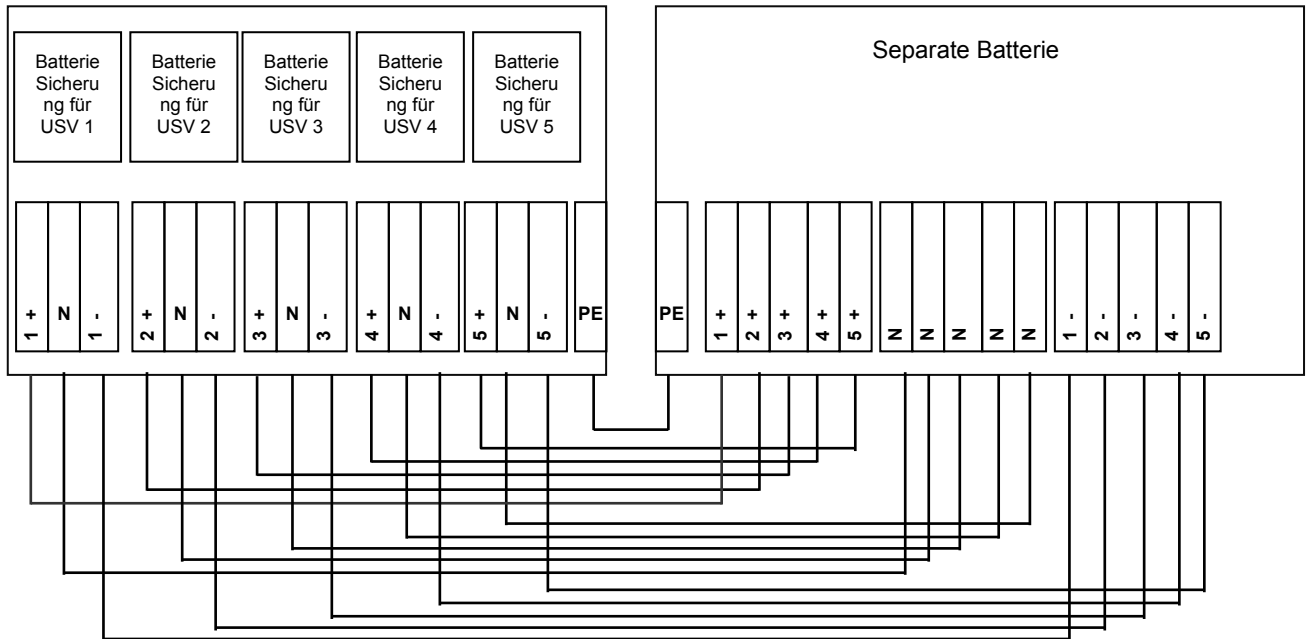
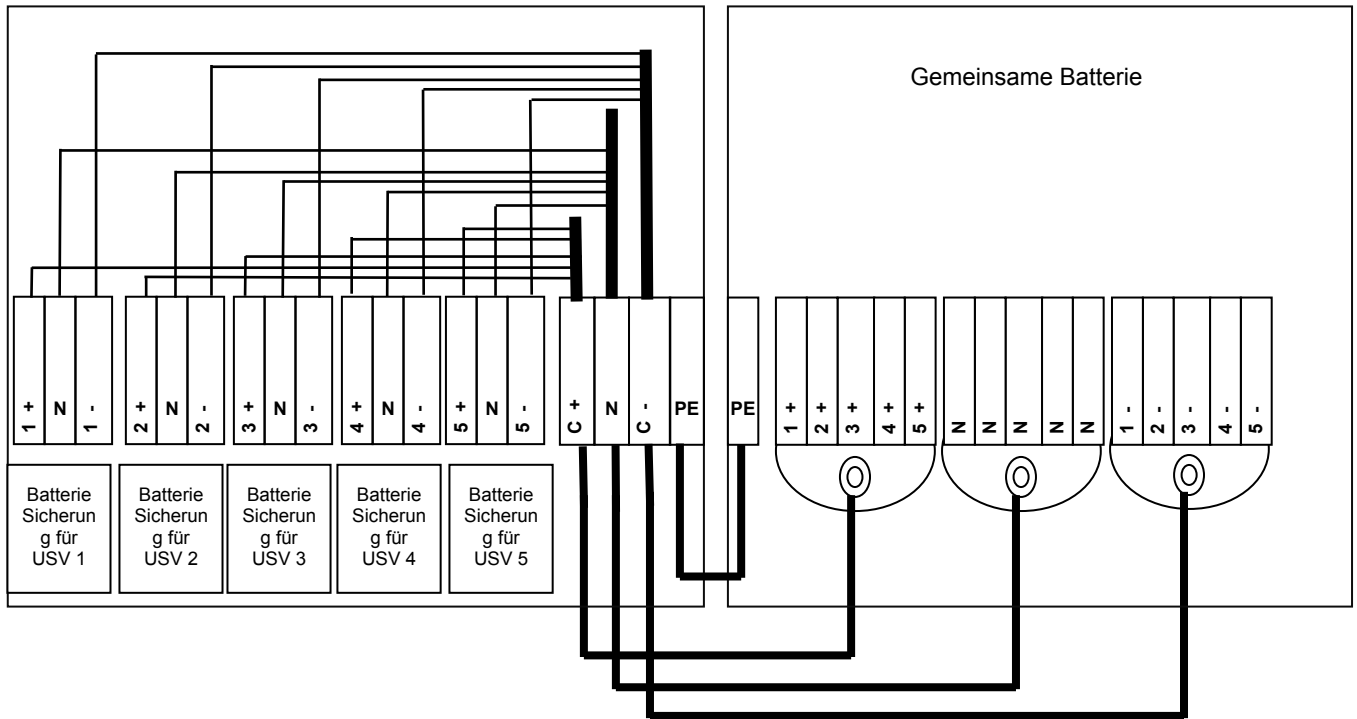

Abb. 20: Anschlussverkabelung einer externen separater Batterie
Abb. 21: Anschlussverkabelung einer externen gemeinsamen Batterie
Es wird empfohlen bei redundanten Mehrfach-Modul-Anlagen jedes USV-Modul mit einer separaten Batterie auszurüsten. Damit wird die Redundanz auch auf die Batterien erweitert. In den *Abb. 20* und *Abb. 21* wird aufgezeigt, wie man die externen Batterieschränke mit dem USV-Schrank Extend PMC verbindet.
5. Kontrollieren Sie, dass die entsprechenden **+**, **N**, **-** Anschlussklemmen zwischen USV und Zusatzbatterieschrank gemäß der Abbildungen *Abb. 20* und *Abb. 21* verbunden sind